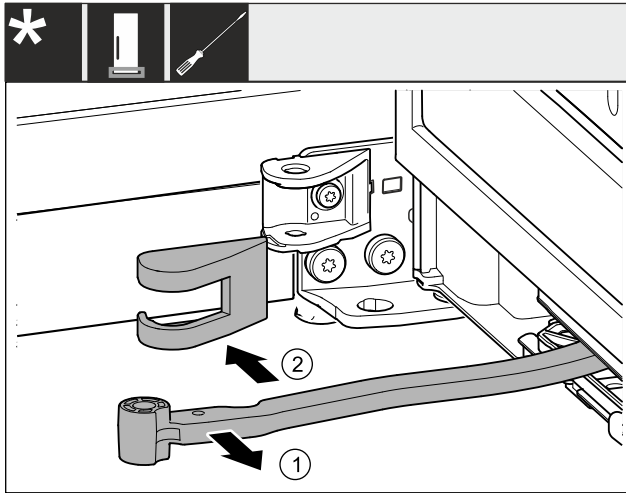

Fig. 6
- ▶ Pagrieziet šarnīru durvju virzienā. Fig. 6 (1)
- ▶ Noņemiet gultņa balsta pārsegu. Fig. 6 (2)